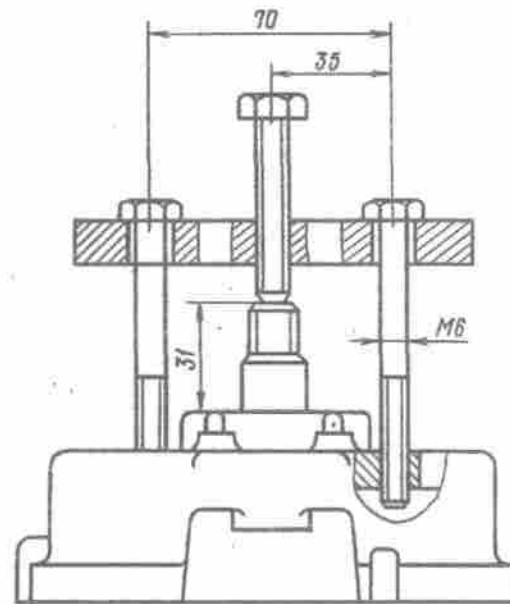

Bild 238. Abziehvorrichtung für antriebsseitigen Deckel der Lichtmaschine
8. Antriebsseitigen Deckel nebst Lager mit Hilfe eines Abziehers (Bild 238) von der Welle abziehen. Dazu zwei Gewindebohrungen M6 in der Deckelstirn ausnutzen.